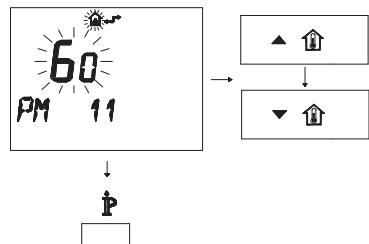

Figura 5.51
- Per modificare il SET programmato agire sui pulsanti ▲**IP** o ▼**IP** e aspettare che il numero programmato cominci a lampeggiare (Figura 5.51). Ogni passo incrementato o decrementato corrisponde a 1 secondi.